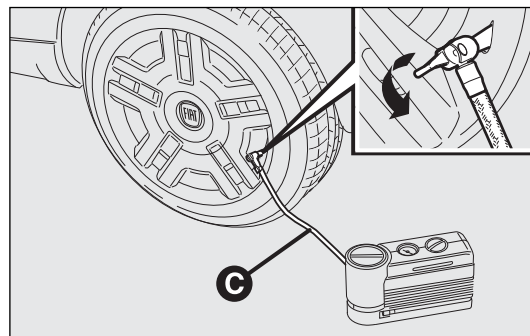

fig. 181
- Aflojar el capuchón de la válvula del neumático, extraer el tubo C-fig. 181 con el enganche rápido y conectarlo directamente a la válvula del neumático que se desea hinchar.